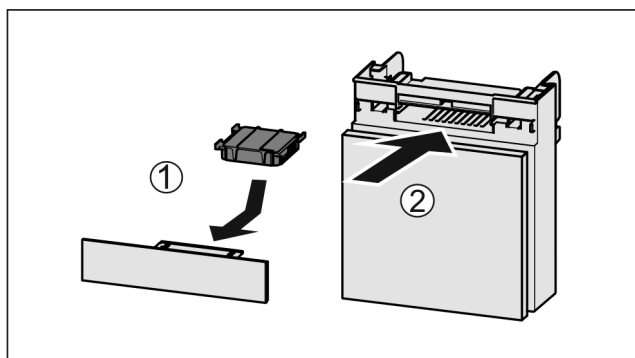

Fig. 116
- Aktivkohlefilter nach Abbildung einsetzen Fig. 116 (1).
- Fach einschieben Fig. 116 (2).